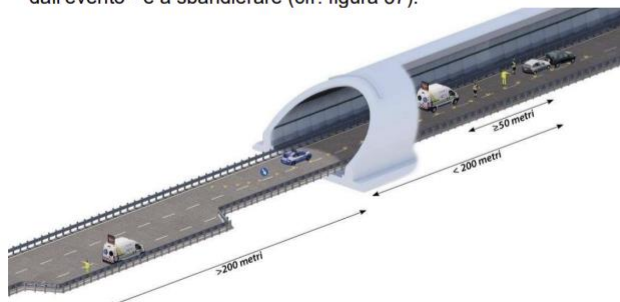

Figura 37: Evento improvviso/direttamente rilevato in galleria- Primo intervento Viabilità – Comb. A
- la seconda squadra di Viabilità si posiziona in una piazzola o in uno spazio libero sul margine destro e comunque ad almeno 200/250 metri prima del mezzo della Polizia Stradale. L'operatore provvede a impostare sul PMV l'alternanza tra il pittogramma "incidente" e il pittogramma "segnale di corsia chiusa" - coerentemente con la corsia interessata dall'evento - e a sbandierare (cfr. figura 37).